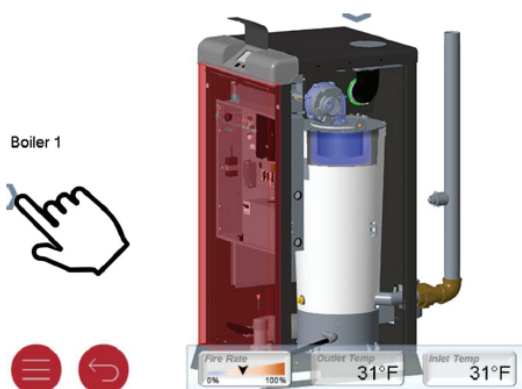

Figure 78. Chaudière 1 Action secondaire
3. Accédez à la page secondaire en cliquant sur ">" (voir Figure 78).